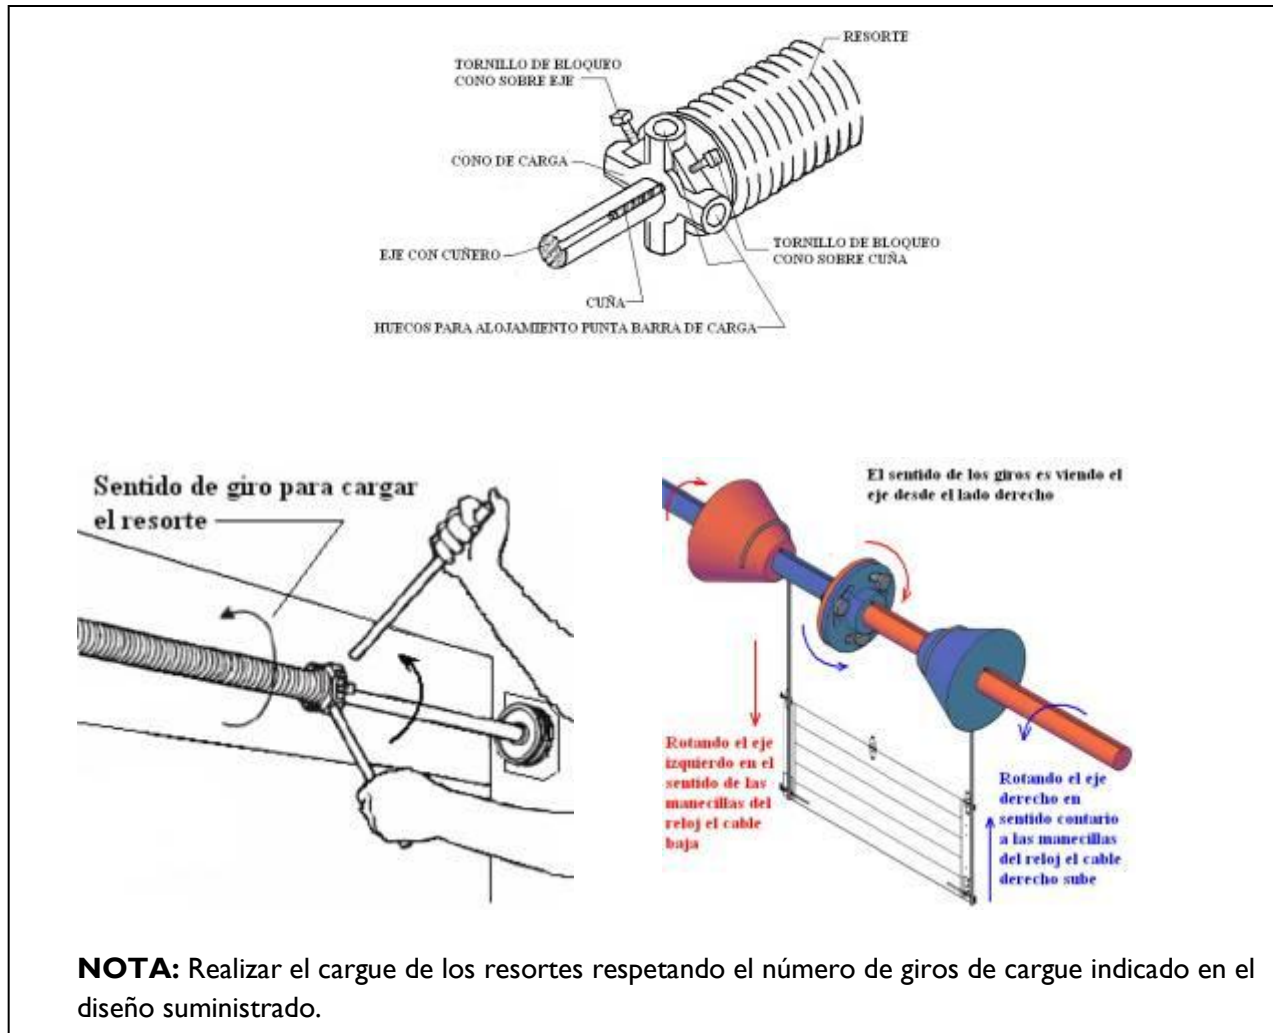

Fig. 6B Kit de cargue
LA OPERACIÓN DE CARGUE DE LOS RESORTES DEBE SER EFECTUADA ÚNICAMENTE POR MEDIO DE UN KIT DE CARGUE (FIG. 6B) – SE SUMINISTRA SOBRE PEDIDO) ESPECÍFICO PARA LA EJECUCIÓN CORRECTA EN CONDICIONES DE SEGURIDAD.
- Cargar los resortes en el sentido indicado de la flecha (Fig. 6B) y con el número de giros prescritos especificados en el diseño del eje porta resortes: **QUE NO FALTE Y QUE NO SOBRE.**